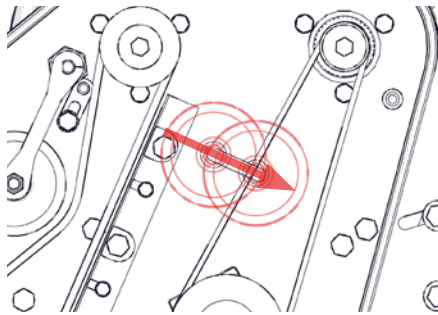

Abb. 16J – Spannriemenscheibe so einstellen, dass der Riemen unter Spannung steht.
- iii. Die Spannriemenscheibe einstellen, um den Riemen zu spannen, und festziehen. Die Spannung wird geprüft, indem man den Riemen an der längsten geraden Stelle zwischen Daumen und Zeigefinger verdreht. Es soll eine Drehung zwischen⁷⁰ und 90° erreicht werden (Abb. 16J). Stellen Sie die Spannrolle gegebenenfalls neu ein, indem Sie den Kontakt vergrößern oder verringern, um diesen Wert zu